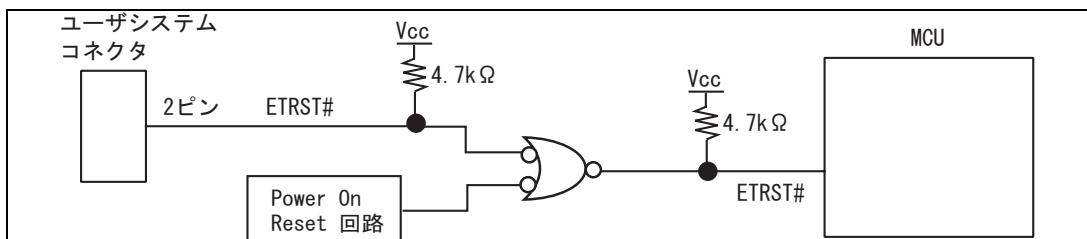

図1.7 ETRST#端子の接続
4. H8S/2117F、H8S/2117RFのETRST#端子は、図1.7に示すようにPower On Reset回路の信号が入るようにしてください。E10A-USB未接続で電源投入時にH8S/2117F、H8S/2117RFが初期化されないことがあります。